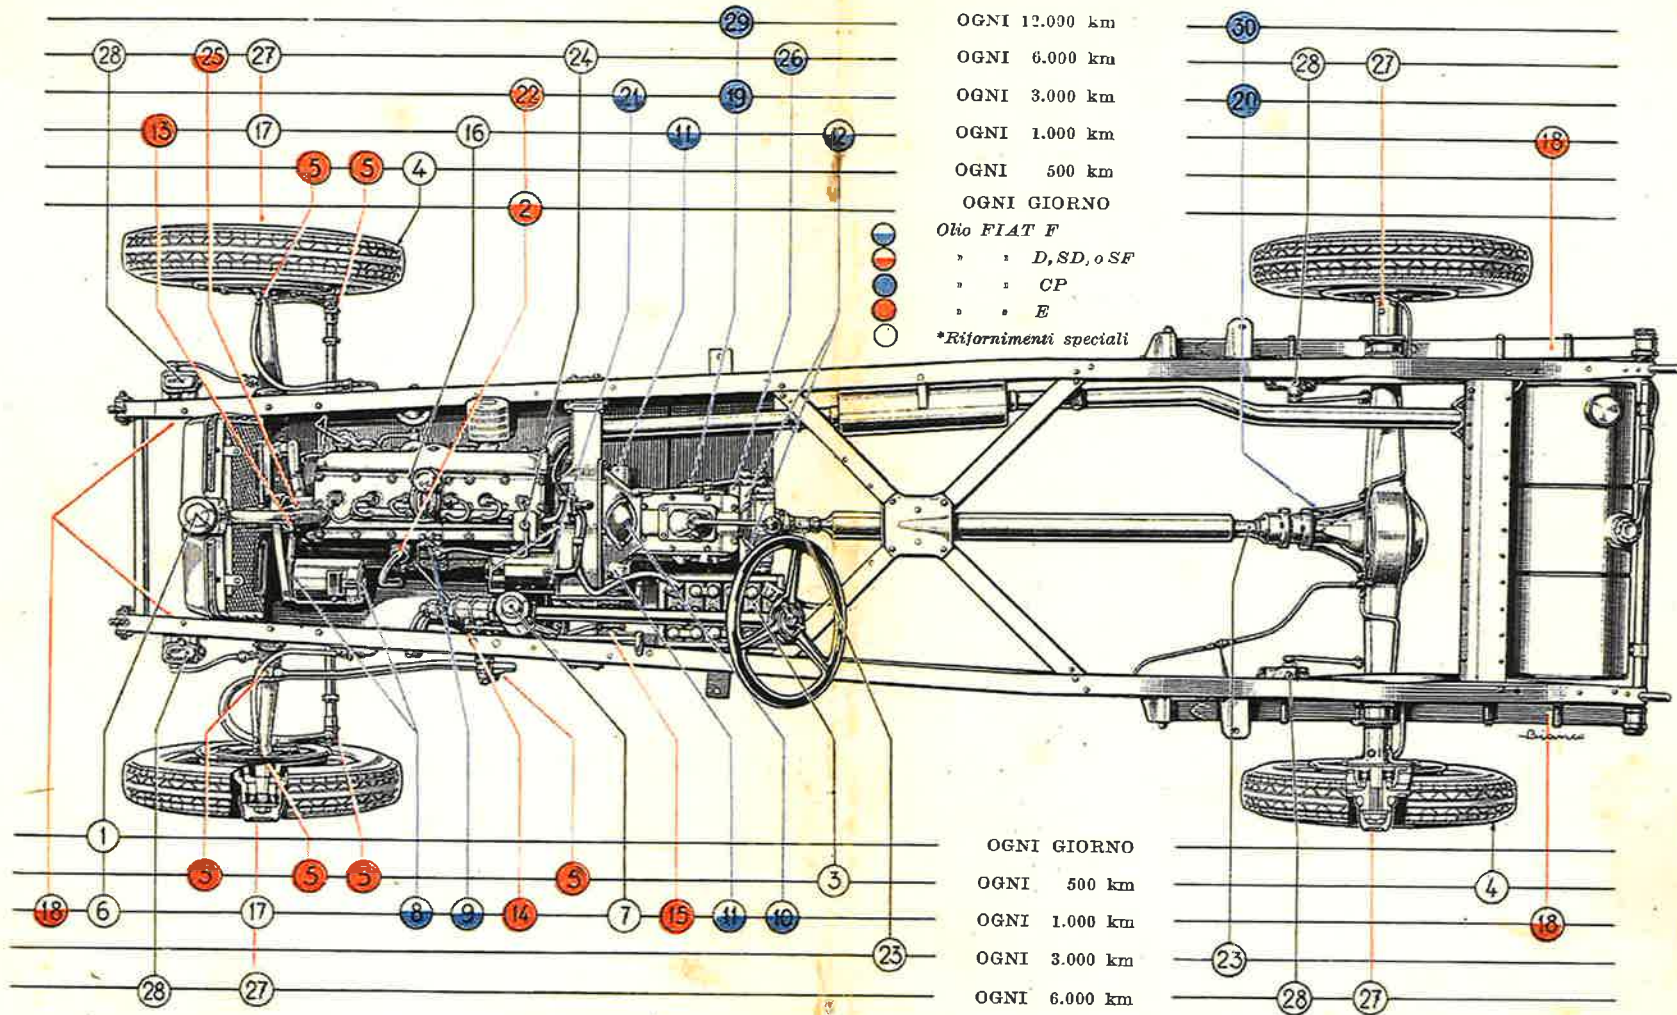

Fig. 14 - SCHEMA DEI RIFORNIMENTI.
e) nei supporti d'estremità dell'albero di rinvio del comando freno a mano, che sono muniti rispettivamente di un forellino oliatore (fig. 14).
b) nel ponte posteriore: ove il livello deve giungere all'altezza del tappo di riempimento posto nell'angolo anteriore destro della scatola (V. fig. 14).